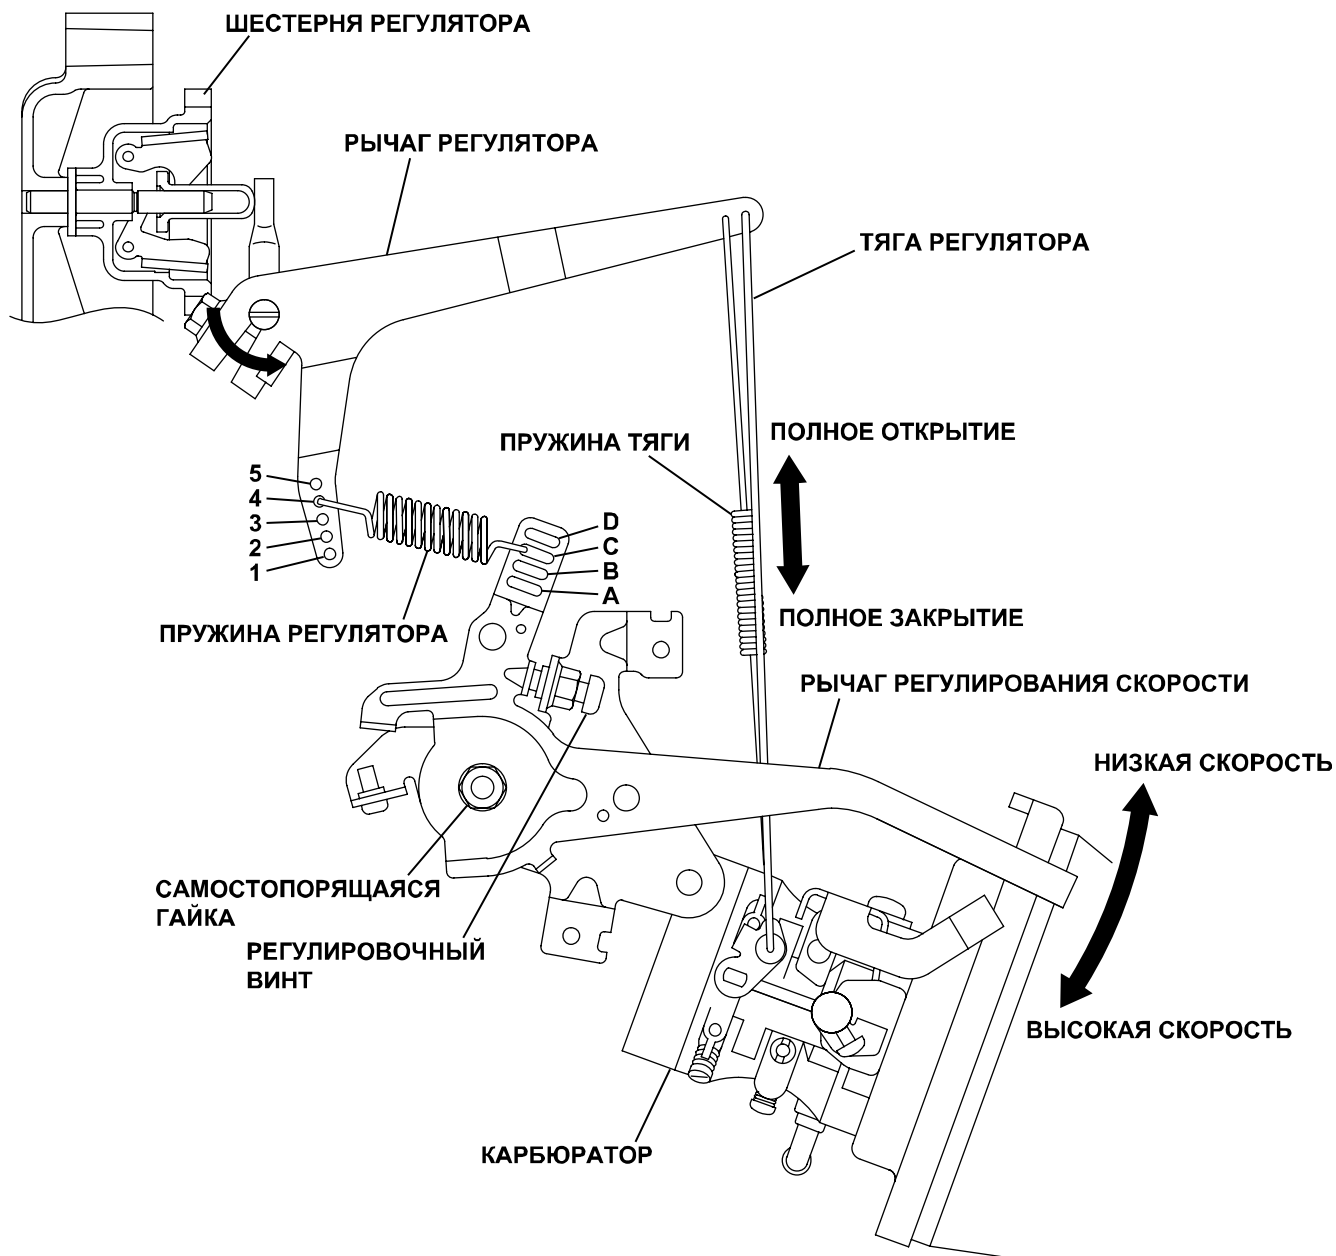

Рис. 5-42
- (1) Установить рычаг регулятора на валик регулятора. Временно затянуть стопорный болт.
- (2) Установить рычаг регулирования скорости с фрикционной шайбой, самостопающейся гайкой и т.п. на дефлекторе цилиндра, как показано на иллюстрации.
- (3) Зацепить пружину регулятора за соответствующие отверстия рычага регулятора и рычага регулирования скорости (см. рис. 5-42 и далее).